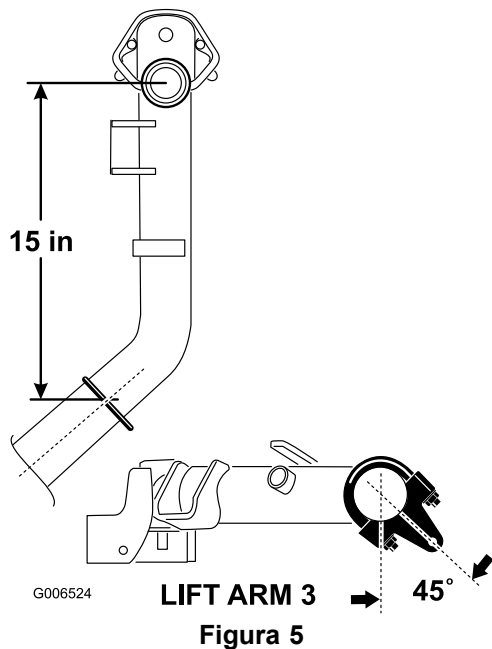

Figura 5
2. Sui bracci di sollevamento n° 2 e n° 3, posizionate le staffe e i bulloni a U a una distanza di 38 mm dietro la linea centrale dello snodo di articolazione (Figura 5). Ruotate le staffe di 45 gradi verso il lato esterno della macchina.